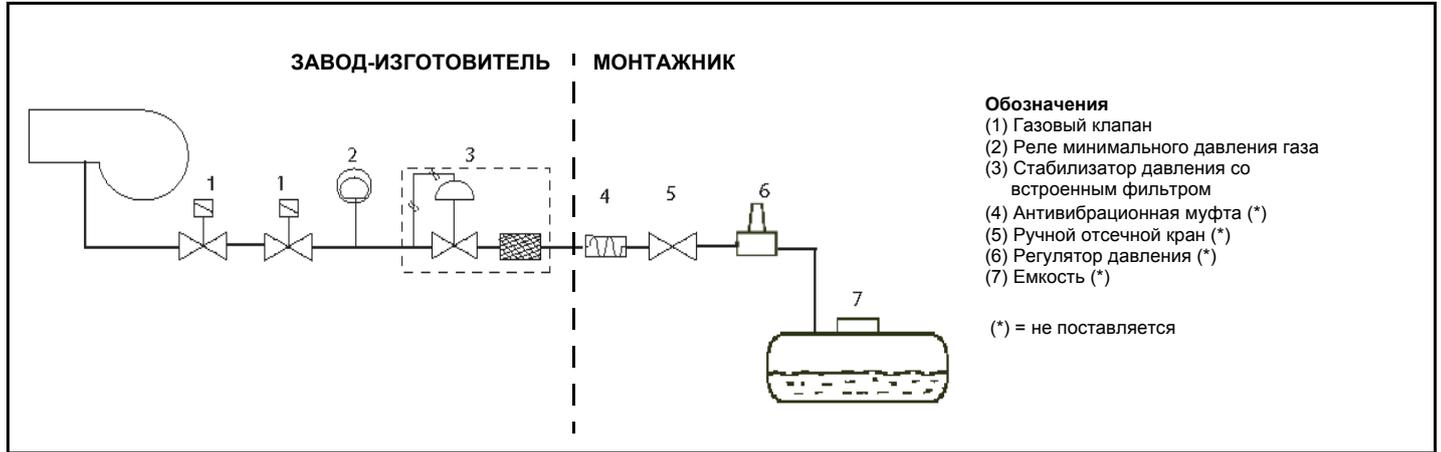

Рис. 8
**ВНИМАНИЕ:** после монтажа газовой рампы согласно схеме на Рис. 8, необходимо провести тестирование на герметичность газового контура, согласно требований действующих нормативов.